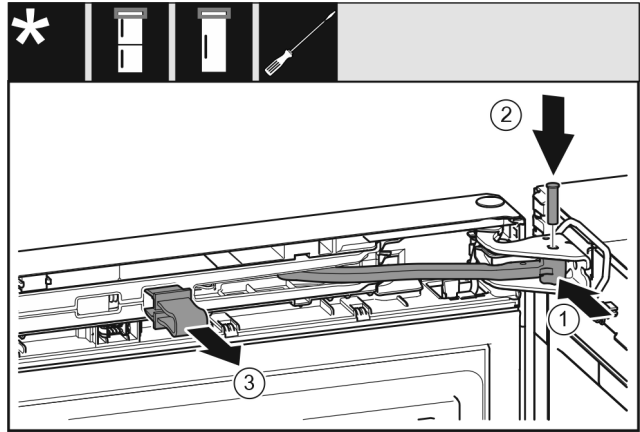

Fig. 21
- ▶ Pagrieziet šarnīru gultņa balstā. Fig. 21 (1)
- ▶ Ievietojiet tapu gultņa balstā un šarnīrā. Uzmaniet, lai aiztura izcilnis pareizi atrastos rievā. Fig. 21 (2)
- ▶ Noņemiet aizturi. Fig. 21 (3)